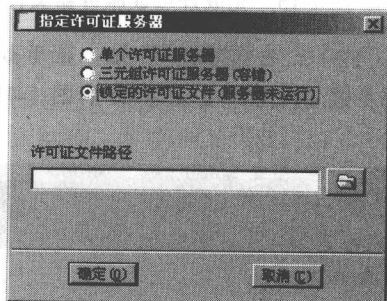

图 1-12 【指定许可证服务器】对话框
(7) 单击 **添加** 按钮，显示【指定许可证服务器】对话框，如图 1-12 所示。